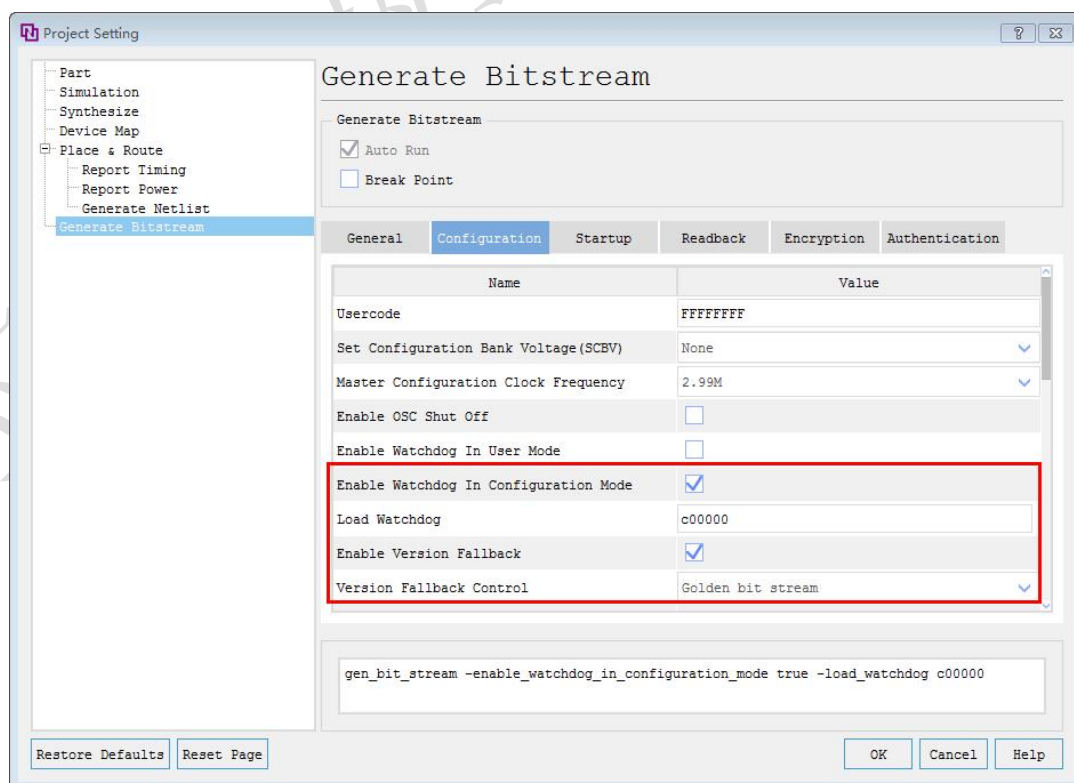

图 3-3 版本回退及看门狗设置
9. 在生成应用位流前，需要使能版本回退和看门狗，并设置看门狗初始值。看门狗初始值根据位流加载时间(具体计算参见配置 UG)确定。需要保证能加载完成，否则会功能异常；也不宜设置太大，避免回退等待时间太久。例如：加载需要 30 秒，看门狗可设置为 35 秒。看门狗计数器时钟为配置时钟，每个时钟周期计数器减 1。设置界面如下图 3-3 所示。